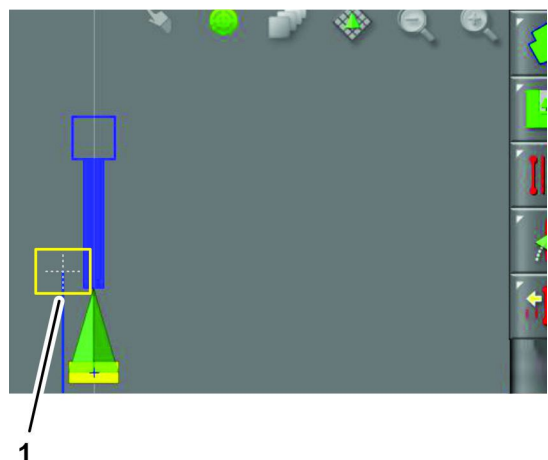

Bild 201
3. Tippen Sie im Einstellungsfeld für den Feldgrenzversatz auf das Bestätigen-Symbol (Bild 201).
Hinweis: Der Feldgrenzerfassungspunkt in der Anzeige wird aktualisiert (Bild 201).